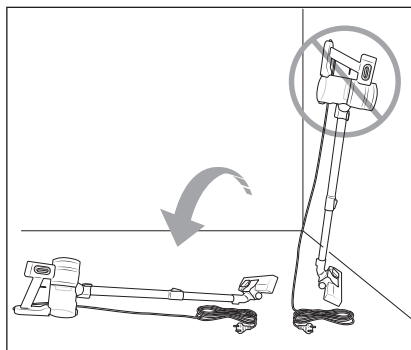

Fig. 4
- ▶ Não tente colocar o aspirador na vertical quando deixar temporariamente de o utilizar ou o pretender largar. Nesse caso, coloque o aspirador no suporte de parede **10** ou deixe-o no chão (ver fig. 4 e 5). Caso contrário, o aspirador poderá cair devido ao seu centro de gravidade elevado, sofrer danos e, eventualmente, danificar outros objetos ao cair.